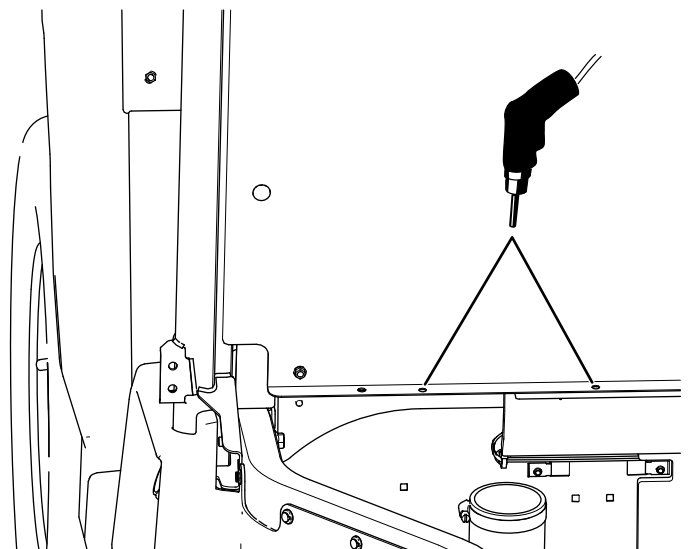

Figura 26
- D. Mueva la campana de admisión de CVT y realice los 2 taladros (11/32") en el panel de los asientos (Figura 26).